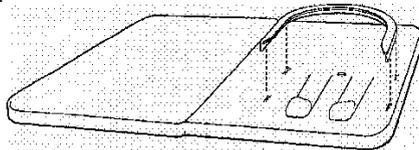

Abb. 1 Abnehmen des Kammerhalterings
1. Lösen Sie die fünf Klammern am Kammerhalterung, um diesen abzunehmen (siehe Abb. 1).